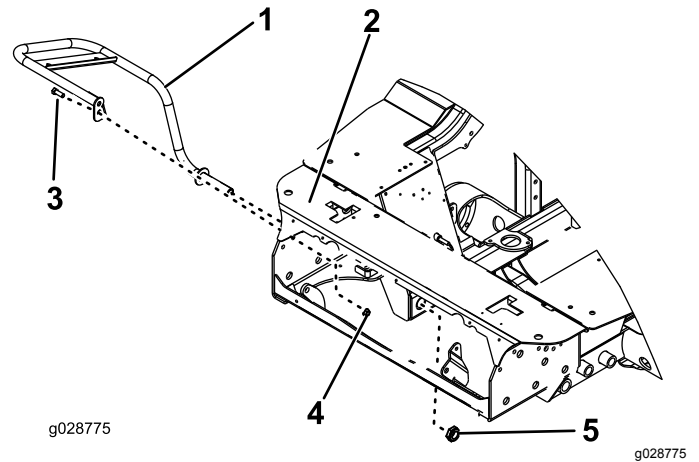

Figura 15
2. Retire el perno y la tuerca que sujetan el soporte del eje de freno (Figura 15).
3. A través del taladro grande de la parte delantera del bastidor, instale el protector y sujételo provisionalmente con la contratuercas hexagonal (Figura 15).
4. Monte el perno y la tuerca que se retiraron anteriormente a través del protector y apriételos (Figura 15).